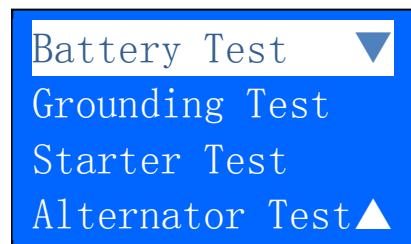

Abbildung 50
4. Nachdem Sie Ihre Wahl getroffen haben, wählen Sie entweder "Neu: Chronik löschen" oder "Test fortführen" siehe (Abb. 50)